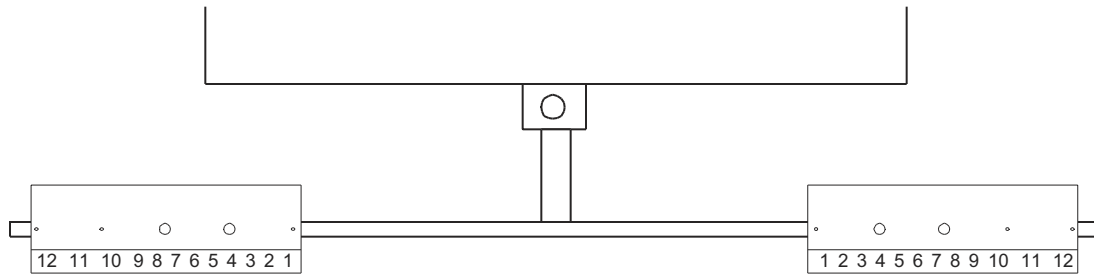
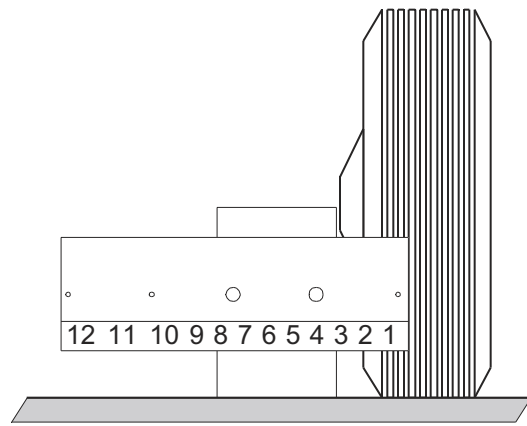

FIGURE 3
FIGURA 4
3. Luego encontrara un par de escalas. Estas escalas se usan ya sea en el kit de Centralización de la Quinta Rueda (Fig.3) o con las Bases para Centralización de las Ruedas.(figura 4). Estas escalas tienen una recubierta de plástico para facilitar su montaje y desmontaje.